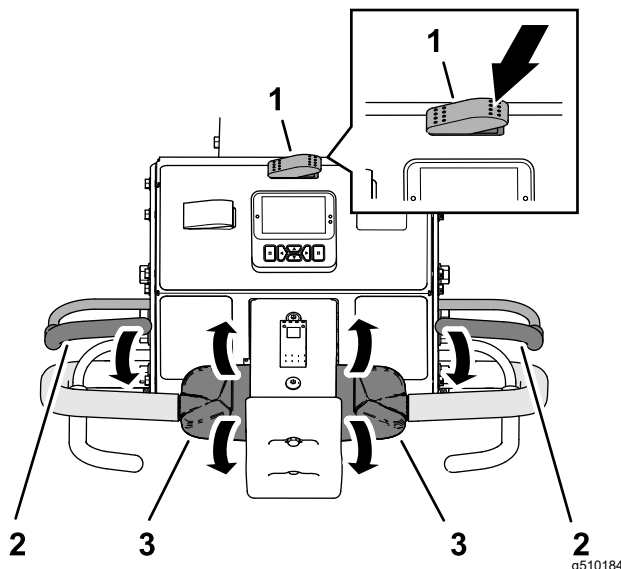

Bild 80
3. Drücken Sie die rechte Seite des Transport-/Aerifizierschalters in die AERIFIZIEREN-Stellung (Bild 80).
5. Fassen Sie den linken oder rechten Lenker und den Schaltbühel (Bild 80), und drücken Sie den Schaltbühel an den Lenker.